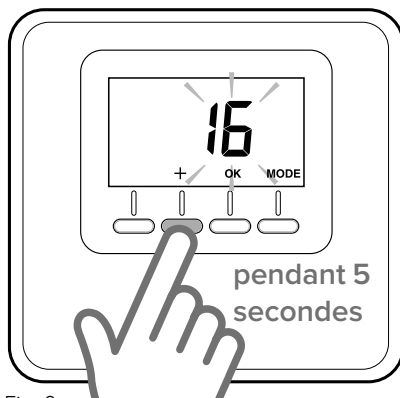

Fig. 6
- Appuyer sur la touche « + » sur le capteur d'ambiance (Fig.6) pendant 5 secondes. L'écran indique, en alternance, la version du logiciel et l'indice de modification.